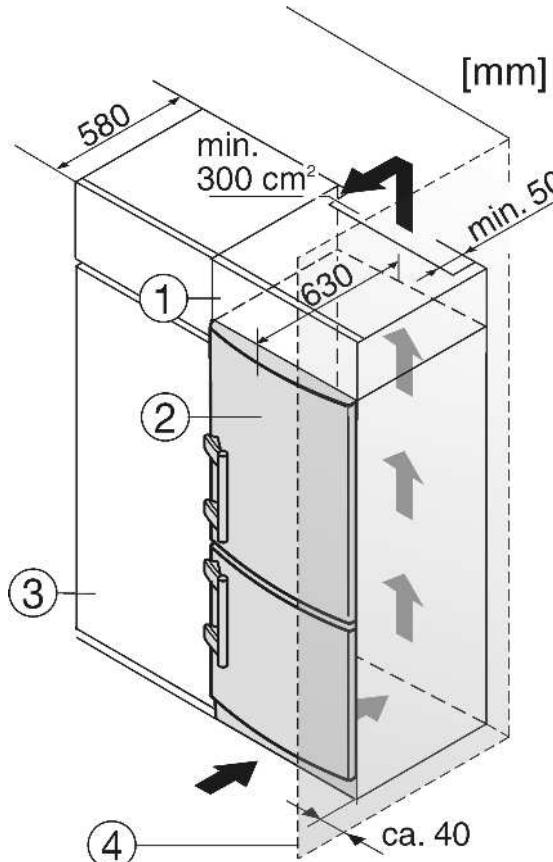

Fig. 9
- (1) Дополнительный шкафчик
(2) Устройство
- (3) Кухонный шкаф
- (4) Стенка
Устройство может быть окружено предметами кухонной обстановки. Чтобы уравнять устройство Fig. 9 (2) по высоте с кухонной стенкой, можно установить над устройством соответствующий дополнительный шкафчик Fig. 9 (1).
При комбинировании с обычными кухонными шкафами (глубина макс. 580 мм) устройство можно установить непосредственно рядом с кухонным шкафом Fig. 9 (3). Дверь устройства выступает по сторонам на 34 мм и по центру устройства на 50 мм относительно передней стенки кухонного шкафа. Поэтому ее можно свободно открывать и закрывать.
Если устройство установлено на шарницах у стены Fig. 9 (4), то расстояние между устройством и стеной должно быть не менее 40 мм. Настолько выступает ручка при открытой дверце.